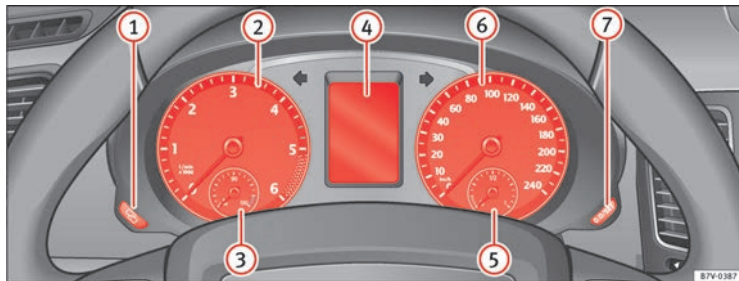

Fig. 35 Quadro strumenti, nel cruscotto.
Spiegazioni sugli strumenti ⇒ fig. 35:
Nel display del quadro strumenti ⇒ fig. 35 ④ sono visualizzate informazioni diverse a seconda dell'allestimento del veicolo:
L'indicazione di ispezione compare sul display del quadro strumenti ⇒ **fig. 35** **4**.